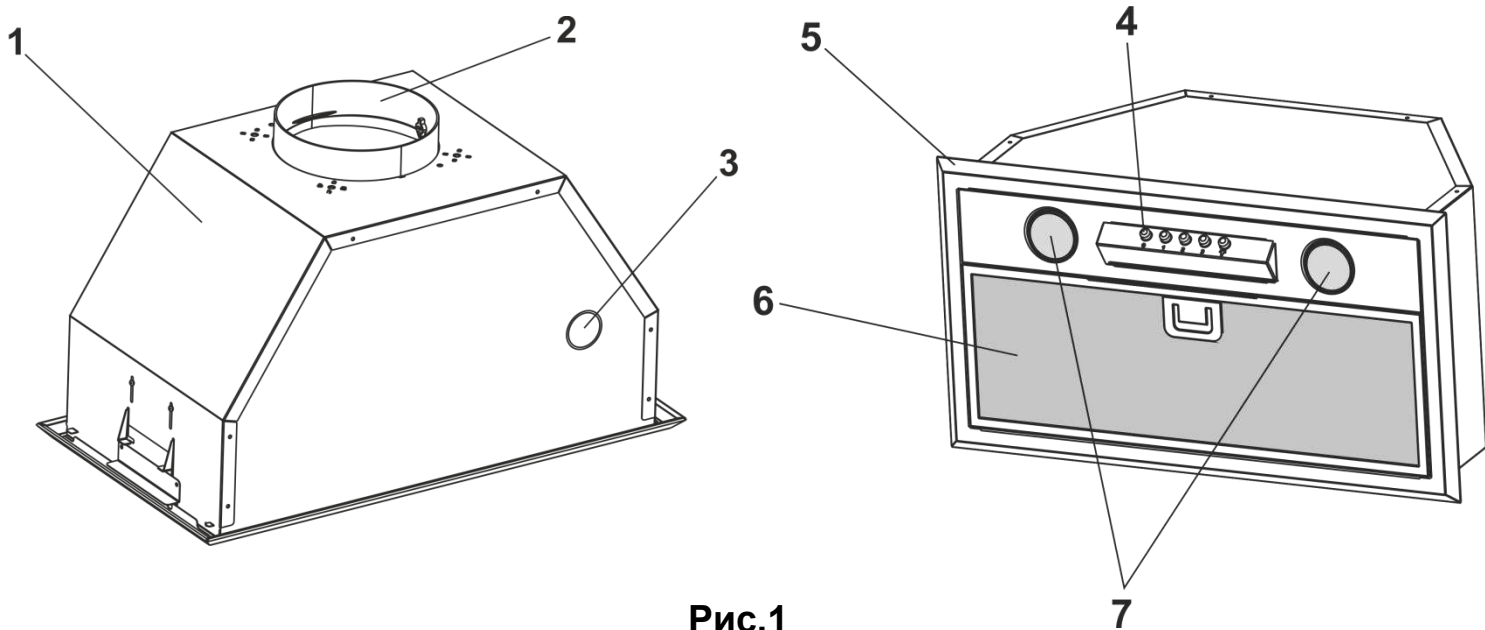

Рис.1
5.4 Витяжка складається з наступних складових частин (**рис.1**):